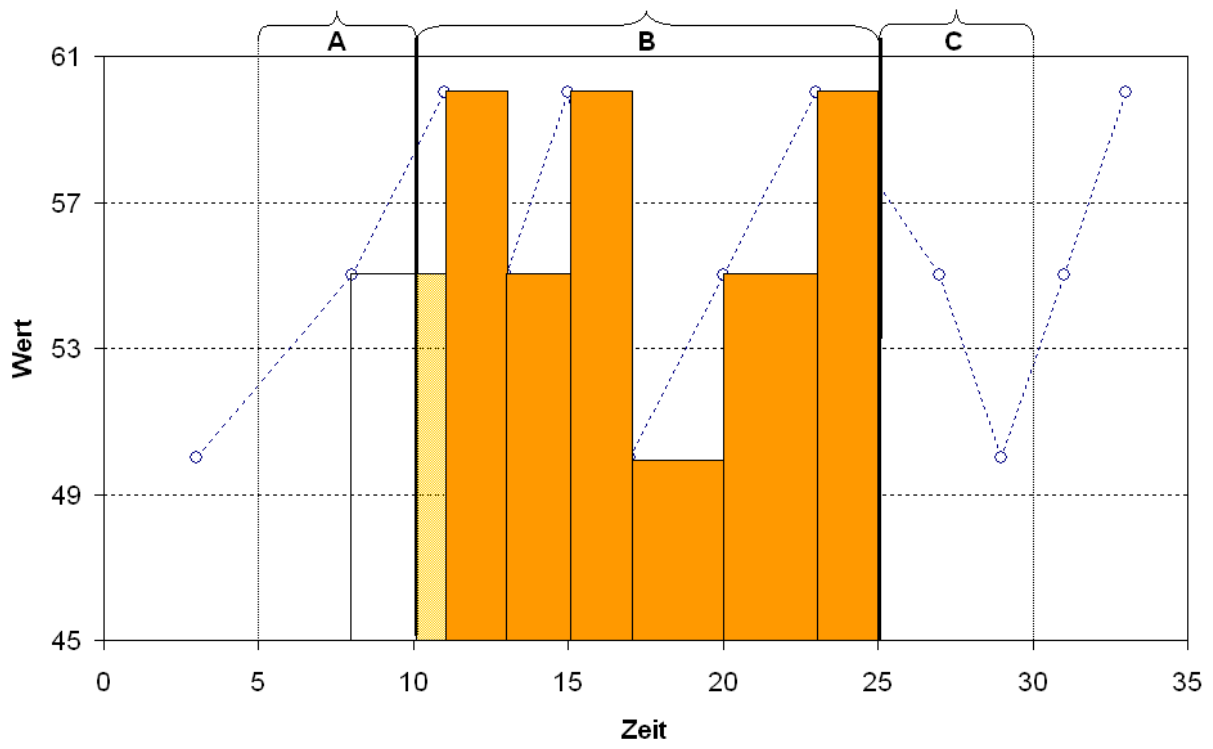

Abbildung 22: Datenaggregation → gew. Mittelwert (Beginn)
- i) Gewichtetes Mittel (Beginn): zeitlich gewichteter Mittelwert im Intervall (B). Werte werden als Beginn einer Zustandsänderung interpretiert. Je nach Einstellung wird der Überlappungsbereich (A und C) zur gewichteten Mittelung berücksichtigt (Abbildung 22).